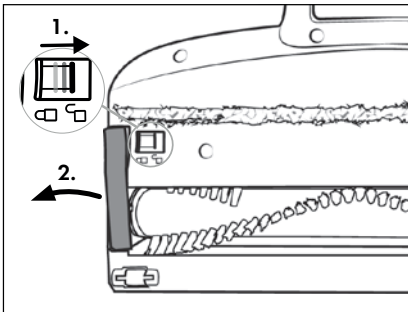

Abb. 29
- 2) Entriegeln Sie die Bürstenrolle 21, indem Sie die Bürstenrollenentriegelung 19 mit dem Finger in Richtung des Symbols □ (öffnen) schieben. Entfernen Sie dann den Bürstenrollenhalter 20 von der Bodenbürste 22 (siehe Abb. 29).